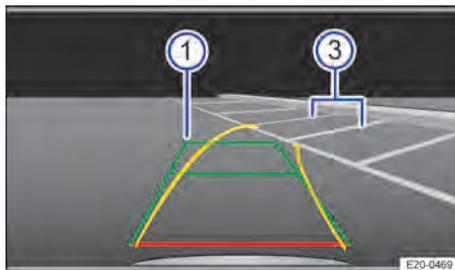

Fig. 112 Exibição do display no sistema Infotainment: conduzir até a vaga de estacionamento selecionada.
4. Dirigir de modo que as linhas amarelas conduzam à vaga de estacionamento. As linhas verdes e amarelas devem coincidir com as linhas de limitação laterais → Fig. 112 ③.